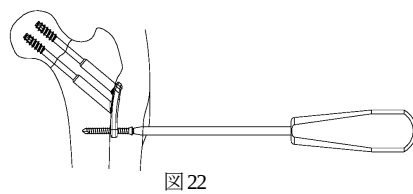

図 22
- 4) 5.0CS ドライバーにてスクリューを挿入し、プレートを圧着固定します。 (図 22)